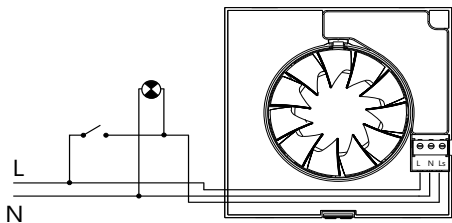
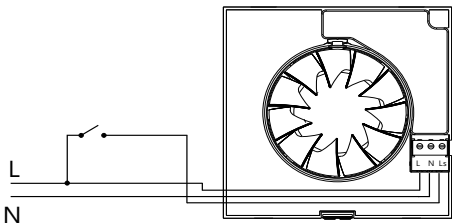

Fig.5
Fig.6
Устройство выдержки времени обеспечивает работу вентилятора в течение определенного периода времени уже после выключения выключателя (рис.6).
На схеме рис.5 показано, как подключить оборудованный устройством выдержки времени аппарат так, чтобы он мог запускаться при помощи выключателя, который используется для включения - выключения света.
- Для увеличения выдержки времени поверните потенциометр по часовой стрелке (макс.:30 минут). Модели оснащены устройством выдержки времени. Устройство выдержки времени обеспечивает работу вентилятора в течение определенного периода времени уже после выключения выключателя (рис.6). На схеме рис.5 показано, как подключить оборудованный устройством выдержки времени аппарат так, чтобы он мог запускаться при помощи выключателя, который используется для включения - выключения света.